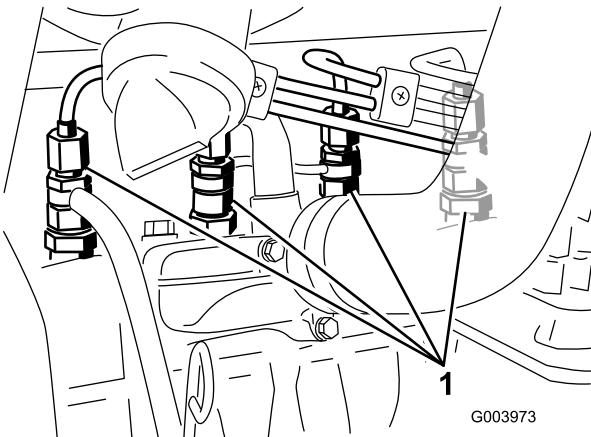

Рисунок 56
1. Ослабьте соединение трубы к соплу № 1 и держателю в сборе (Рисунок 56).